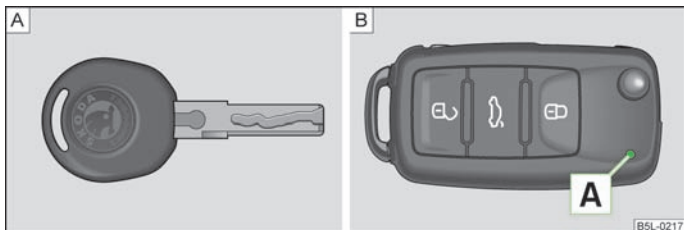
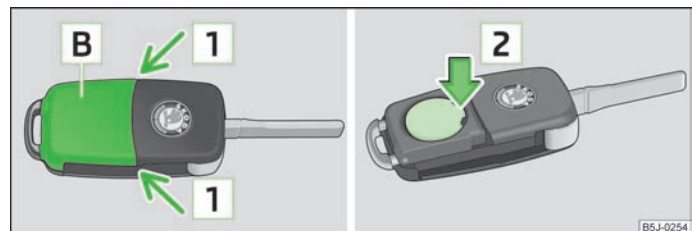

Abb. 8 Schlüssel ohne Fernbedienung / Schlüssel mit Fernbedienung (Funkschlüssel)
Abb. 9 Funkschlüssel - Deckel abnehmen / Batterie herausnehmen
Mit dem Fahrzeug werden zwei Schlüssel ausgeliefert. Je nach Ausstattung kann Ihr Fahrzeug mit Schlüsseln ohne Funkfernbedienung » Abb. 8 - A oder mit Funkfernbedienung » Abb. 8 - B ausgestattet sein.
Jeder Funkschlüssel enthält eine Batterie, die unter dem Deckel B untergebracht ist » Abb. 9. Wenn die Batterie entladen ist, blinkt nach dem Drücken einer Taste auf dem Funkschlüssel die rote Kontrollleuchte A nicht » Abb. 8. Wir empfehlen Ihnen, die Schlüsselbatterie von einem ŠKODA Vertragspartner wechseln zu lassen. Falls Sie jedoch die entladene Batterie selbst wechseln möchten, gehen Sie wie folgt vor.
- Die Batterieabdeckung mit dem Daumen oder mit einem flachen Schraubendreher im Bereich der Pfeile T abdrücken » Abb. 9.